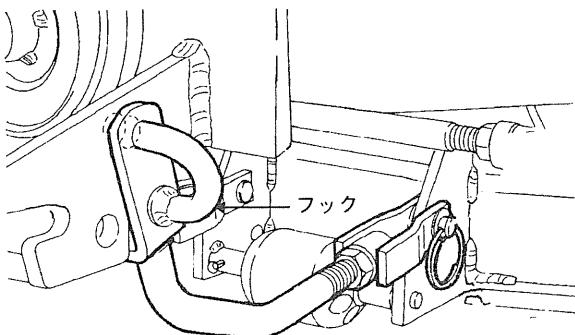

図34 フロントリンク取付け
- (12) モア前部のフックを引き、モアヘントリンクを取付けてください。(図34参照)
- (13) フロントリンク前部のフックを引き、本機の図の穴にフックを入れ、フロントリンクを取付けてください。